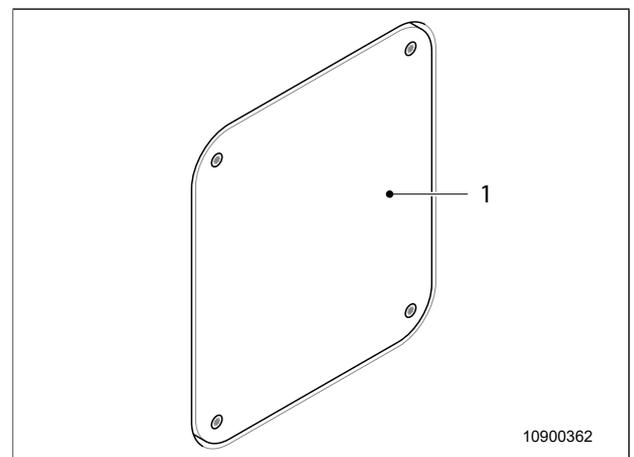

Abb. 64 Revisionsöffnung
6. Revisionsöffnung (Abb. 64, Pos. 1) falls vorhanden entfernen.